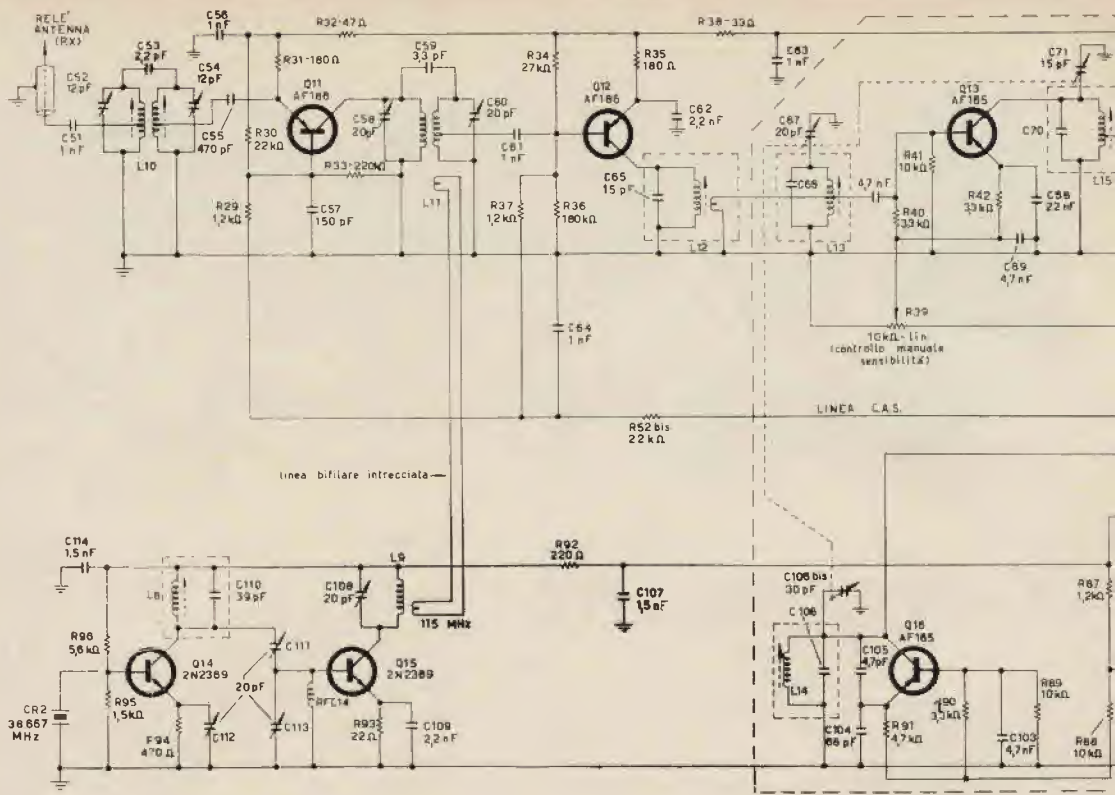

Figura 13
In figura 13 è disegnato lo schema elettrico completo del ricevitore.
Ritornando all'amplificatore a 144 MHz, il segnale entrato in emittore di Q11 viene applicato al miscelatore Q12. L'oscillatore controllato a quarzo (Q14 oscillatore e Q15 triplicatore), invia il suo segnale a 115 MHz mediante una linea bifilare intrecciata (figura 13) sul circuito di base di Q12. Sul circuito di collettore di questo stadio abbiamo una media frequenza accordabile da 19 a 21 MHz a seconda che il segnale in ingresso antenna vada da 144 MHz a 146 MHz. Il circuito C65, L12 viene accordato a 20 MHz ed è stato realizzato in modo da avere una banda passante di 2 MHz. I circuiti di L10 e L11 vengono accordati a 145 MHz come meglio sarà descritto nella parte « taratura » (13).
Per quanto riguarda l'oscillatore e lo stadio triplicatore si rimanda a quanto già detto rispettivamente per lo stadio oscillatore e duplicatore della sezione tx essendo i circuiti del tutto analoghi; cambia infatti solo la frequenza di lavoro e la potenza in gioco. Il quarzo lavora a 38,667 (sulla terza armonica) e il circuito L8 C110 è accordato alla stessa frequenza del quarzo. La triplicazione che avviene in Q15 con L9 C108 (figura 13) accordato a 115 MHz assicura l'adeguata alimentazione di segnale per la prima conversione.
Segue quindi lo stadio di seconda conversione con oscillatore libero (Q16, figura 13) che tramite C73 inietta il suo segnale sulla base di Q17. Sul collettore di Q17 che funziona da secondo convertitore si trova un filtro di banda a 1,1 MHz (L16 e L17 figura 3) (13). La stabilità in frequenza di questa seconda conversione è data dalla presenza del diodo zener (D6, figura 13) OAZ202 che stabilizza l'alimentazione dell'oscillatore a 6,0 V.
L'amplificazione alla seconda media frequenza di 1,1 MHz viene poi assicurata dai due stadi Q18 e Q19 (figura 13), collegati fra di loro da L18 (13).
Dopo l'ultima amplificazione (Q19) una parte del segnale viene inviato al diodo rivelatore D7 e un'altra parte all'amplificatore del C.A.S. (Q20 e Q21, figura 13) tramite C87.
Tramite R29 e R37 questa tensione variabile viene applicata a Q11 e Q12 (figura 13) le cui basi sono state polarizzate prima dell'inserzione del C.A.S. a una tensione di 10,5 V allo scopo di dare un certo ritardo nell'intervento del C.A.S.
Nella figura 13 tutti i circuiti premontati sono stati circoscritti da una linea tratteggiata. Anche il condensatore variabile triplo avente le tre sezioni di 20 pF (C67), 30 pF (C106 bis) e 15 pF (C71) rispettivamente è stato fornito dalla C.S.P.
Il valore di C93 del limitatore di disturbi è stato scelto sperimentalmente. Infatti una capacità troppo bassa non assicura il taglio dei disturbi, una capacità troppo alta attenua troppo l'intero segnale proveniente dalla rivelazione. Valori soddisfacenti di C93 (figura 13) sono compresi tra 0,1 μ F e 0,47 μ F.
Dopo lo stadio limitatore il segnale viene inviato all'amplificatore di bassa frequenza mediante C94 e il potenziometro regolatore di volume R72 (figura 13).
L'amplificatore di B.F. del ricevitore è a quattro transistori e cioè Q22 preamplificatore, Q23 pilota e il controfase finale in classe B formato da Q24 e Q25. L'accoppiamento è capacitivo tra il preamplificatore e il pilota, e induttivo con trasformatore invertitore di fase (T3 figura 13) tra pilota e finale. Lo stadio finale, compensato termicamente da R81 (NTC 130 Ω) viene centrato come punto di lavoro dalla resistenza semifissa R83, che in assenza di segnale viene regolata per una corrente di collettore globale di Q24 e Q25 di 3 mA. Il trasformatore di uscita (T4) adatta poi l'impedenza dell'altoparlante (3 Ω). I transistori dello stadio finale sono muniti di alette di raffreddamento tenute insieme da una vite di fissaggio.
Sul pannello frontale sono stati sistemati oltre alle due maniglie per il trasporto il commutatore di alimentazione (CT2, figura 3), il commutatore di lettura (CT4, figura 3), il comando di sintonia con demoltiplica meccanica che agisce sul condensatore triplo (C67, C71 e C106 bis, figura 13), il controllo manuale di sensibilità (R39, figura 13), l'indicatore di campo (S-meter, figura 13), il deviatore per l'inserzione del limitatore di disturbi (CT5A e CT5B, figura 13), la regolazione della profondità di modulazione (R15, figura 3), lo strumento di controllo da 100 μ A f.s. (figura 3), il commutatore ricezione-trasmissione (CT1, figura 3), la presa per il microfono, la presa per l'eventuale comando a distanza di ricezione-trasmissione (non connessa) e la presa per l'alimentazione esterna con la batteria da auto.
Per questo si accordano dapprima L8, C111, C112 e C113 dell'oscillatore a quarzo (figura 13) per il massimo di uscita per accoppiamento con un ondametro accordato a 38,667 MHz (alla bobina L8 viene tolto momentaneamente lo schermo), quindi L9 e C108 (figura 13) a 115 MHz nella stessa maniera. Si rimette lo schermo a L8 e si rititano L8, C111, C112 e C113 per il massimo segnale su L9 a 115 MHz.
Tarato l'oscillatore si può mandare all'ingresso del ricevitore un segnale di bassa intensità preferibilmente non modulato e lo si sintonizza. Si regolano ora C52, C54 il nucleo di L10, C58, C60 e da ultimo il nucleo di L12 (figura 13) per la massima lettura dell'indicatore di campo.